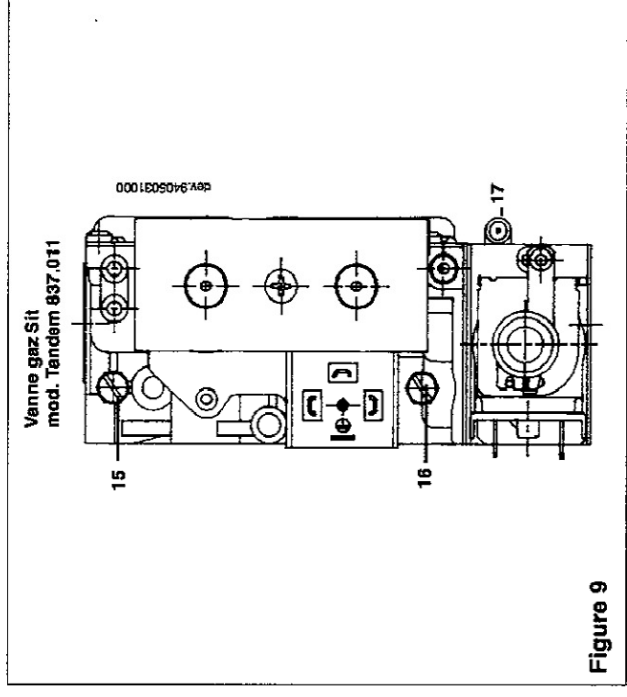

Figure 9
- * s'assurer que la pression dynamique d'alimentation de la chaudière, mesurée au niveau de la prise de pression (16) de la vanne gaz (figure 9 de la page 11) soit correcte.